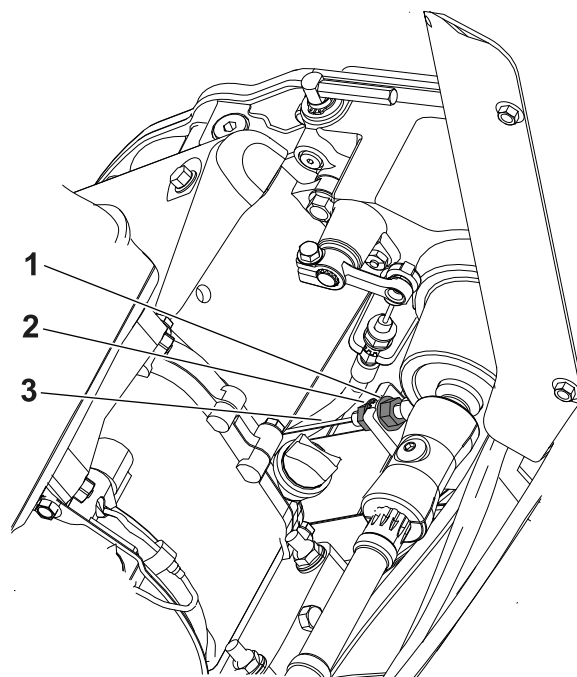

Figure 40
2. Desserrez l'écrou de blocage arrière et serrez l'écrou de blocage avant (Figure 40).